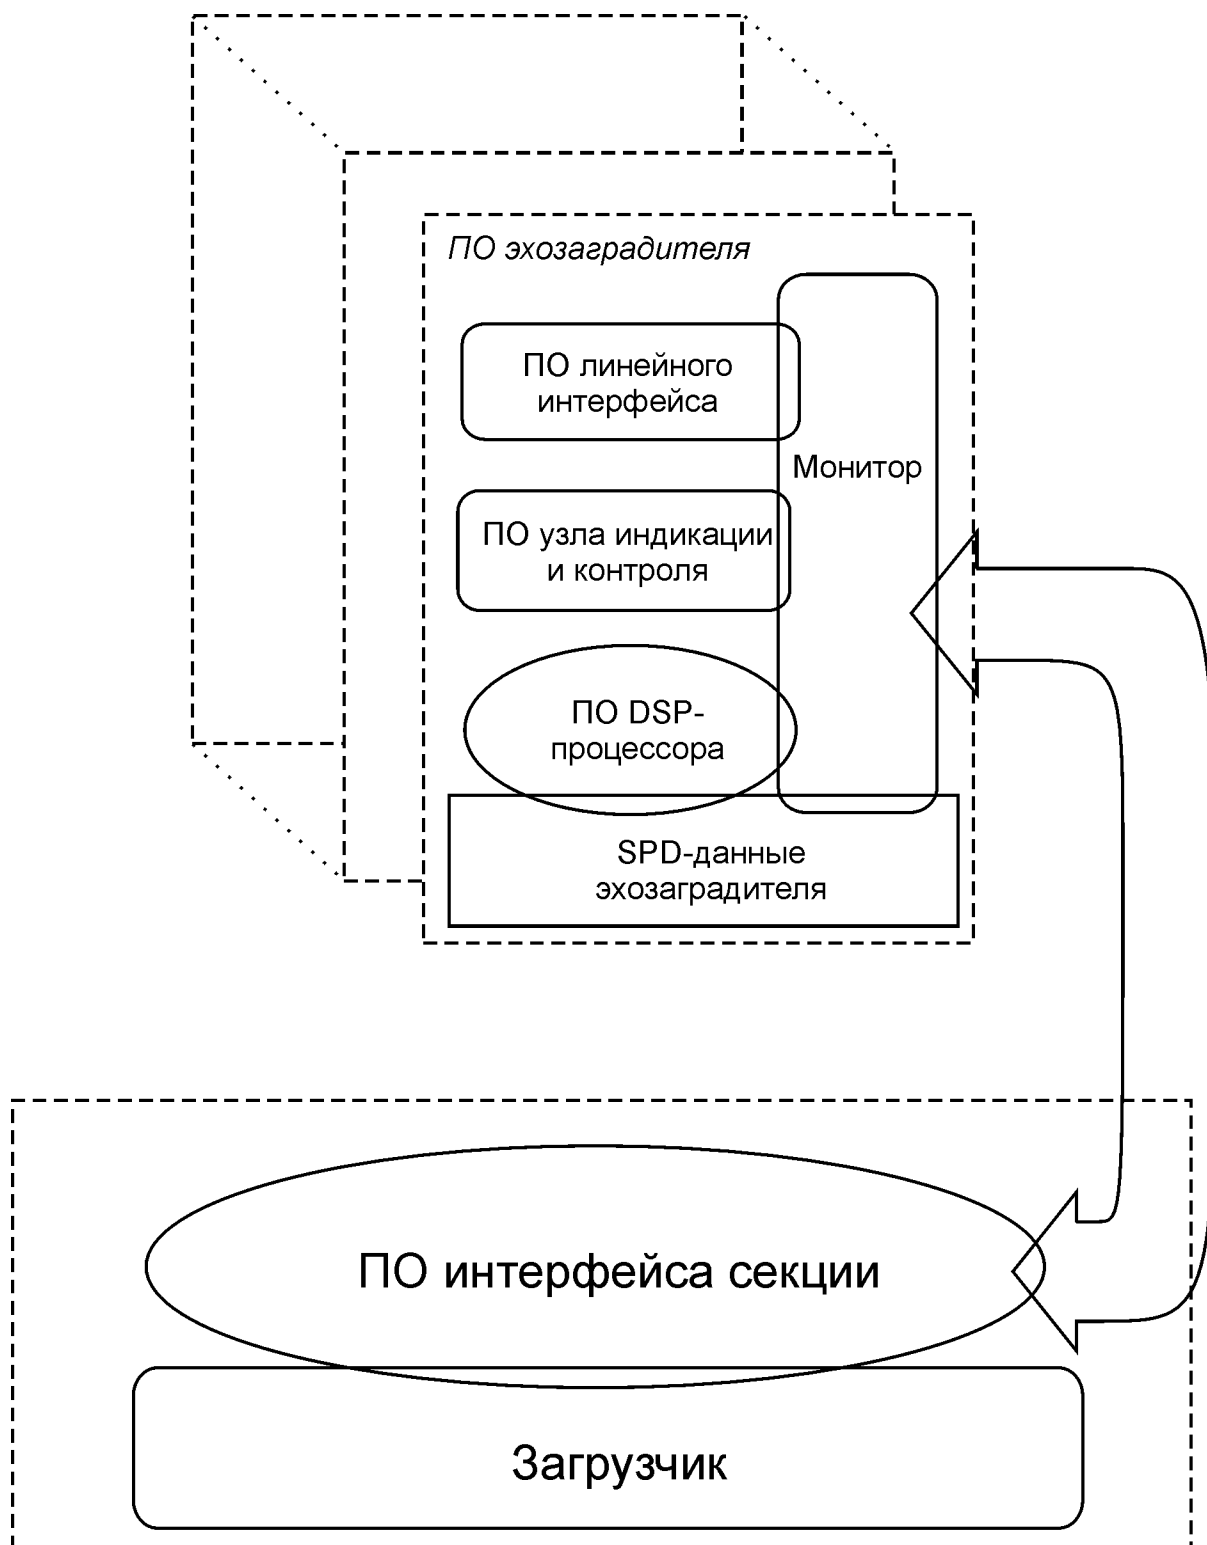

Рис. 4.
10.1. Структура программного обеспечения (ПО) изделия КЭЗ-А.Ц02 иллюстрируется рис. 4.